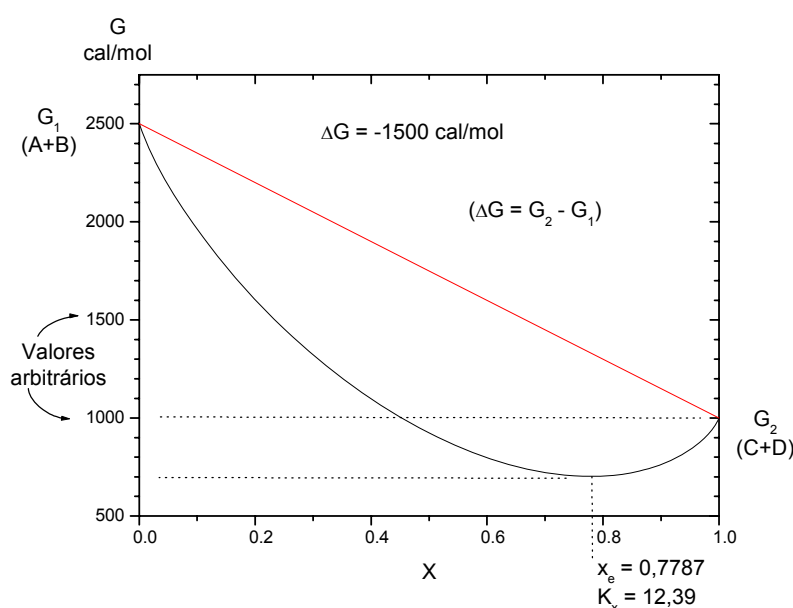

Figura 14.1. Curva de energia livre para $\Delta G = -1,5$ kcal/mol, a 25°C
Até este ponto, deixamos de considerar a energia dos outros estados possíveis para o sistema, aqueles em que as quatro substâncias (A, B, C e D) estão presentes. Na verdade, estes estados têm entropia *maior* do que os extremos (A + B *ou* C + D) e, por isso, vários destes estados podem ter energia livre *menor* até mesmo do que G_2 . Um gráfico de G em função da composição da mistura (a fração molar de um dos componentes, por exemplo) tem uma forma curva conforme o exemplo da figura 14.1.
- 3) Se $\Delta G > 0$, $K < 1$, e o ponto de equilíbrio estará mais perto dos *reagentes* ($A + B$). Isto corresponde a ter um gráfico que seria a imagem no espelho do gráfico da figura 14.1.
A curvatura no gráfico de G em função da composição (veja figura 14.1) é, como já dissemos, devida à entropia de mistura de $A + B$ com $C + D$; essa entropia *não depende* da diferença entre G_2 e G_1 , ΔG . Como consequência, quanto *maior* for ΔG (em valor absoluto), *menor* será a curvatura do gráfico, e *mais próximo do extremo* estará o ponto de equilíbrio. Compare as figuras 14.1 a 14.4 para compreender melhor este aspecto.